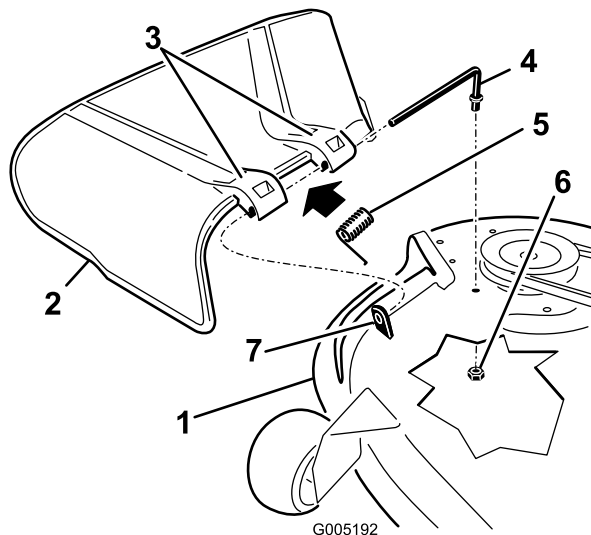

Figura 69
1. Retire la tuerca ($\frac{3}{8}$ " de la varilla (debajo del cortacésped) (Figura 69).
7. Deslice la varilla por el segundo soporte del deflector de hierba (Figura 69).
9. Sujete el extremo trasero de la varilla al cortacésped con una tuerca ($\frac{3}{8}$ "), según se muestra en Figura 69.
2. Retire la varilla del espaciador corto, del muelle y del deflector de hierba (Figura 69).
4. Vuelva a colocar el deflector de hierba (Figura 69).